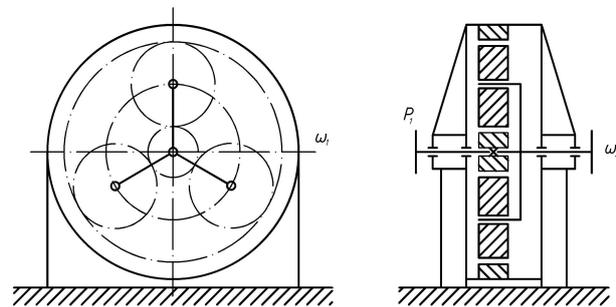

Рис. 5.4. Расчетная схема к задаче № 4
4. Рассчитать планетарную зубчатую передачу редуктора (рис. 5.4). Мощность на ведущем валу P_1 , угловая скорость ведущего вала ω_1 и угловая скорость ведомого вала ω_2 приведены в табл. 5.4. Сроком службы зубчатых колес редуктора задаться.